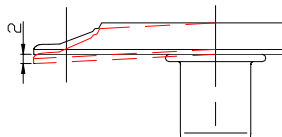

Рис. 30
-Клеммная коробка устанавливается в специальные гнезда заднего экрана и крепится двумя винтами, играющими роль заземления (рис. 30). Клеммная коробка имеет крышку, защелкивающуюся на выступах корпуса коробки. Для открытия крышки необходимо плоскую отвертку завести в щель между крышкой и корпусом в зоне выступа корпуса отжать осторожно стенку крышки от корпуса и вывести отверстие крышки из соединения с выступом.